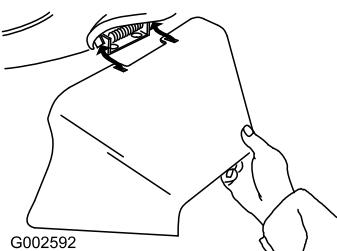

Figura 30
- Montate il condotto di scarico laterale e chiudete lo sportello sul condotto (Figura 30).